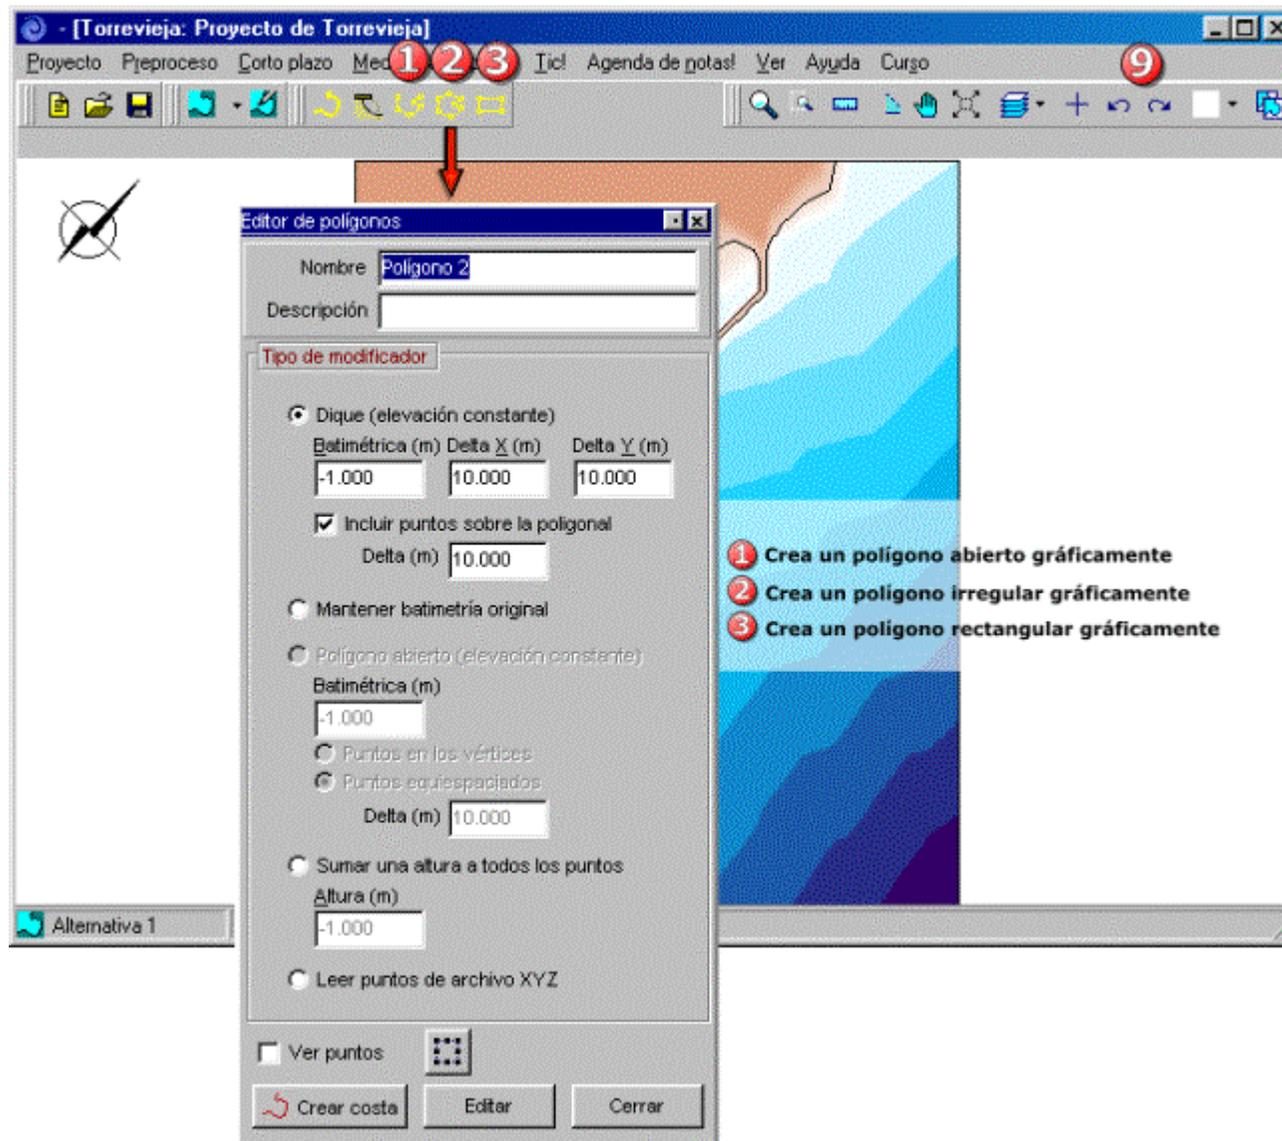

Figura 6.3. Editor de polígonos
Este editor permite acceder, modificar y guardar atributos asociados a los polígonos cerrados (rectangular e irregular) y polígonos abiertos. Se puede acceder a él de dos formas: (1) creando un polígono desde los botones gráficos (ver figura 6.3), y (2) editar un polígono desde el editor del plano de trabajo.